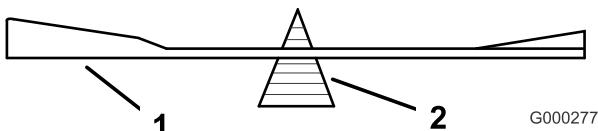
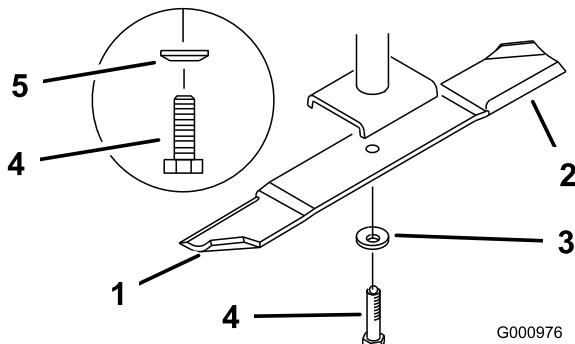

Figure 83
Figure 84
2. Retirez le boulon, la rondelle élastique et la lame de l'axe (Figure 84).
2. Vérifiez l'équilibre de la lame en la plaçant sur un équilibrage (Figure 83). Si la lame reste horizontale, elle est équilibrée et peut être utilisée. Si la lame est déséquilibrée, limez un peu l'extrémité de la partie incurvée seulement (Figure 84). Répétez la procédure jusqu'à ce que la lame soit équilibrée.
1. Placez la lame sur l'axe (Figure 84).
2. Installez la rondelle élastique et le boulon de la lame. Le cône de la rondelle élastique doit être dirigé vers la tête du boulon (Figure 84). Serrez le boulon à 115–150 Nm.